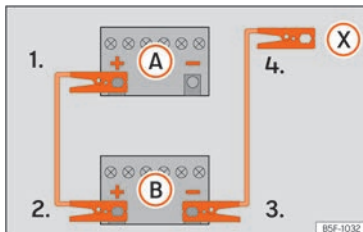

Abb. 77 Anschlusschema für Fahrzeuge ohne Start-Stopp-System.
zeugs mit der entladenen Fahrzeugbatterie (A) »» **Abb. 77**.
3. Klemmen Sie das andere Ende des roten Starthilfekabels an den Pluspol (+) des Strom gebenden Fahrzeugs (B).
- 4a. Bei Fahrzeugen ohne Start-Stopp-System: klemmen Sie ein Ende des schwarzen Starthilfekabels an den Minuspol (-) des stromgebenden Fahrzeugs (B) »» **Abb. 77**.